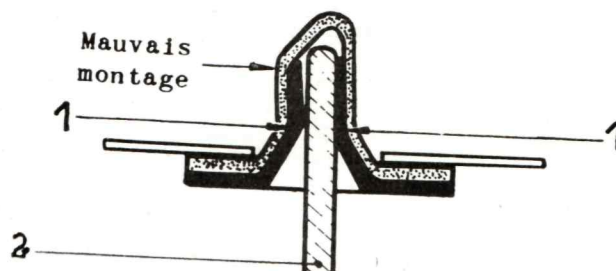

Figure 3.
S'il y a du jeu (fig. 3), démonter la ou les gâches de centrage. Avec une pince, agir sur les ailes (1) des gâches pour assurer plus de serrage sur les guides de capot (2).